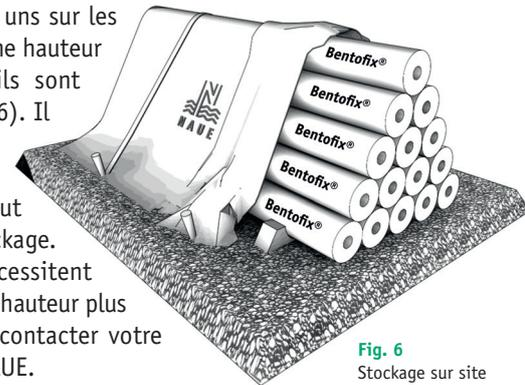

Fig. 6
9.4 Les rouleaux de Bentofix® peuvent être empilés les uns sur les autres sans excéder une hauteur de cinq rouleaux s'ils sont stockés sur site (fig. 6). Il faut s'assurer que les rouleaux ne puissent pas bouger à tout moment lors du stockage. Si les rouleaux nécessitent d'être stockés sur une hauteur plus importante, veuillez contacter votre interlocuteur chez NAUE.